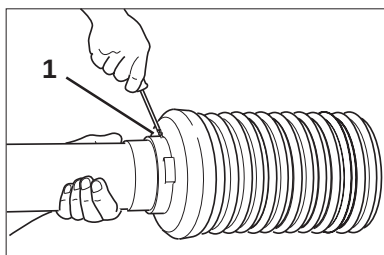

Fig. 5.2
- Dévissez la vis d'arrêt (fig. 5.2/1).